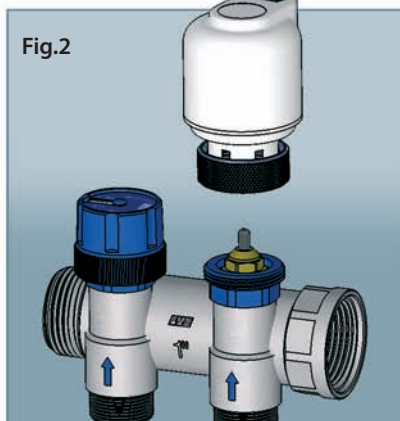

Fig.2
- Se invece viene montato sul collettore togliere il volantino ed avvitare la ghiera direttamente sull'adattatore blu (Fig. 2).